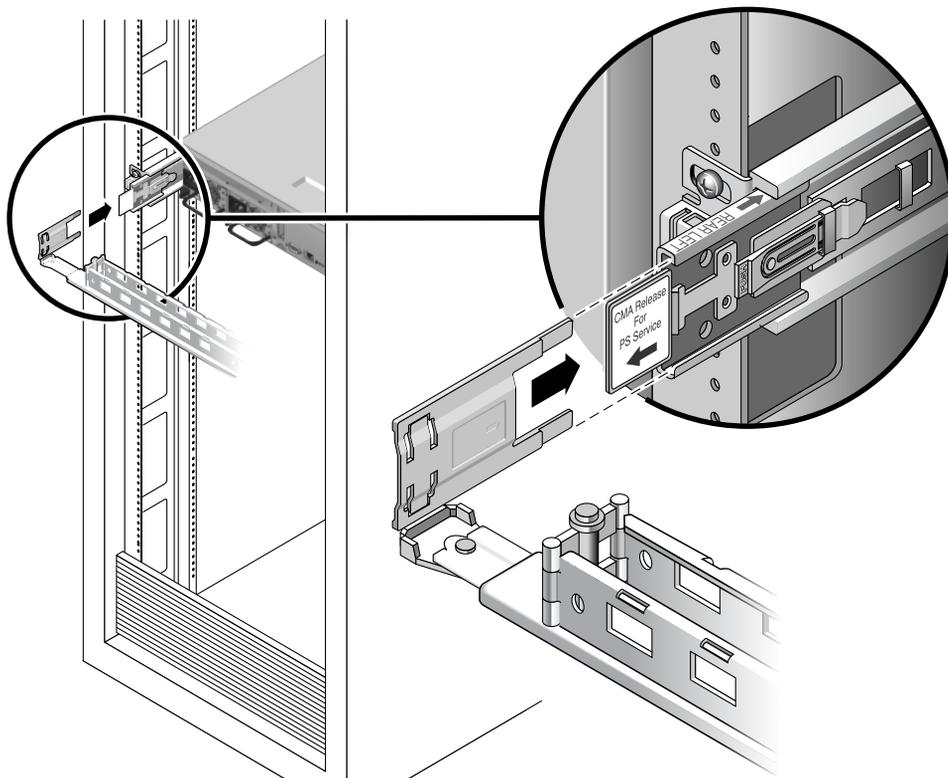

图 2-11 安装滑轨的左侧
4. 将 CMA 左侧通过合叶连接的塑料连接器完全插入 CMA 滑轨扩展部分（图 2-11）。